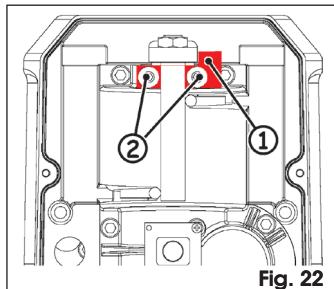

Fig. 22
3. Riposizionare il piattino appena rimosso ruotato di 180° rispetto alla posizione originale, Fig.22 rif. ①.
4. Riboccare il tutto con le due viti Fig. 22 rif. ②.